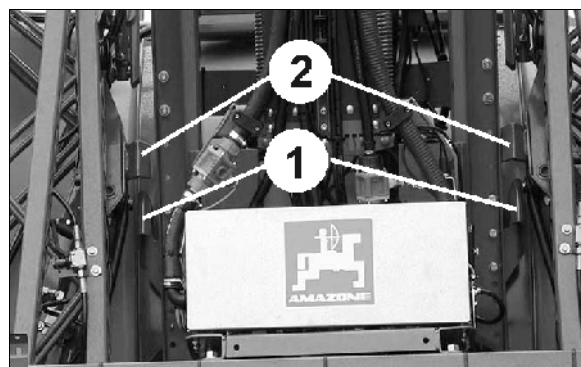

Рис. 65
2. Поднимайте штанги опрыскивателя посредством устройства регулировки высоты, пока захватные крепления (Рис. 65 /1) не освободят приемные гнезда (Рис. 65 /2).
Рис. 65 показывает разблокированные штанги опрыскивателя.